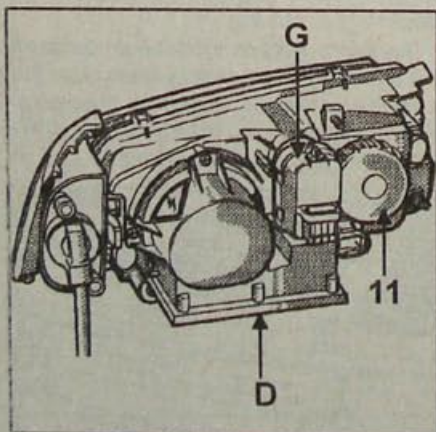

Рис. 15.27. Расположение электронного блока (D), исполнительного механизма (G) для регулировки света фар по высоте и крышки (11)
- электронный блок (балластный), встроенный в фары (D, рис. 15.27);
- два исполнительных механизма для регулировки по высоте (G, рис. 15.27), рассчитанных на 21 положение;
- С задней части фары снимите крышку (11, рис. 15.27) и замените лампы дальнего света фар и габаритных огней.